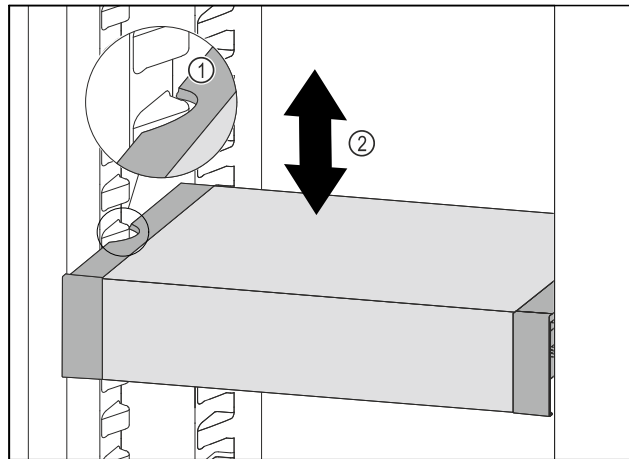

Fig. 121
- ▶ Тяните VarioSafe вперед, пока боковые выемки VarioSafe не окажутся на высоте выступа резервуара в холодильном отделении. Fig. 121 (1)
- ▶ Двигайте VarioSafe в холодильном отделении вверх или вниз, пока не будет достигнута требуемая высота. Fig. 121 (2)